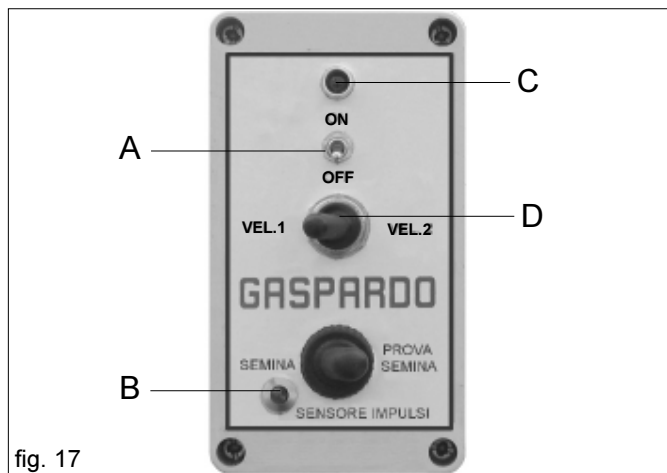

fig. 17
L'interruttore (A Fig. 17) della console deve essere posizionato in OFF, e scollegato il cavo dell'alimentazione 12 V.
- Verificare che l'interruttore (A Fig. 17) della console sia posizionato in OFF.
A richiesta, la Ditta Costruttrice può fornire un dispositivo che permette di attivare e disattivare automaticamente il motore elettrico, quindi la distribuzione del seme. Questo dispositivo viene applicato ad un rullo o ad una ruota che garantisca il moto solo durante la semina (Fig. 18): un sensore rileva gli impulsi al movimento della stessa e li trasmette al motore elettrico che aziona la distribuzione. All'arrestarsi del moto, e quindi mancato rilevamento degli impulsi, la distribuzione verrà interrotta. Durante la semina verrà segnalato attraverso un led (B Fig. 17) sulla consolle il regolare rilevamento degli impulsi, di conseguenza la effettiva distribuzione del seme.
- 8) **Non lasciare le parti elettriche sotto tensione. Accertarsi che il led (C Fig. 17) sia spento.**